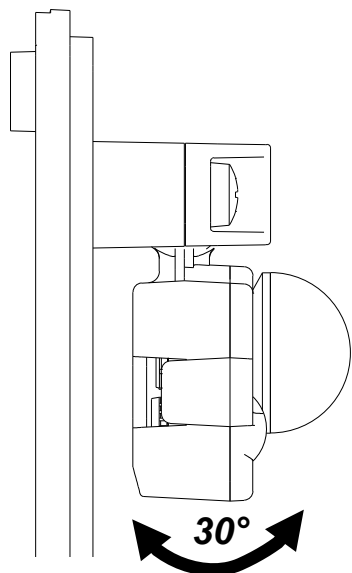

Fig. 2
- 4) Resserrer les vis de serrage « A » pour verrouiller les positions des têtes rotatives (fig. 2).